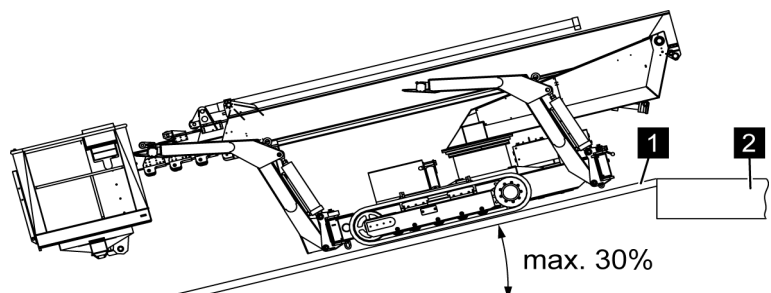

Fig. 43: Transport sur une remorque
1. ➔ Déplacer la plateforme élévatrice en marche arrière sur les rampes (Voir la Fig. 43/1).
2. ➤ *Lors de la mise en place sur la surface de chargement (Voir la Fig. 43/2), réduire la vitesse.*
Lorsque la plateforme élévatrice avec les chaînes est complètement sur la surface de chargement (Voir la Fig. 43/2), il est possible d'accélérer de nouveau.